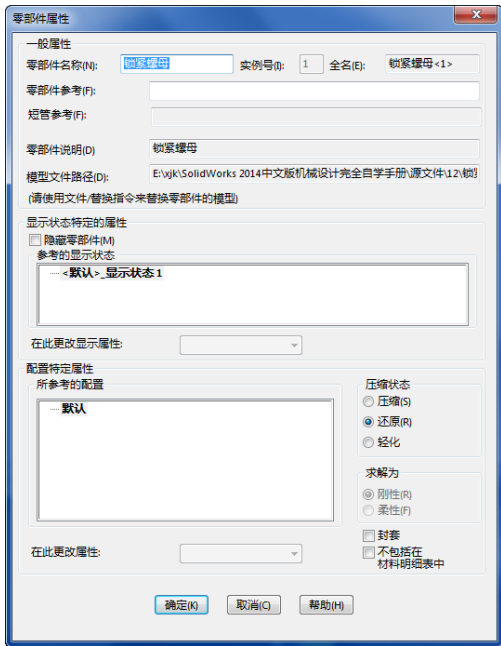

图 4-12 “零部件属性”对话框
(1) 在特征管理器或图形区域中右键单击所需的零部件，选取“零部件属性”命令。
(2) 如要同时改变多个零部件，在选择零部件时按住 Ctrl 键，然后单击鼠标右键并选择“零部件属性”。
(3) 系统打开图 4-12 所示的“零部件属性”对话框，在对话框的压缩状态中选择所需的状态，这里选择压缩。